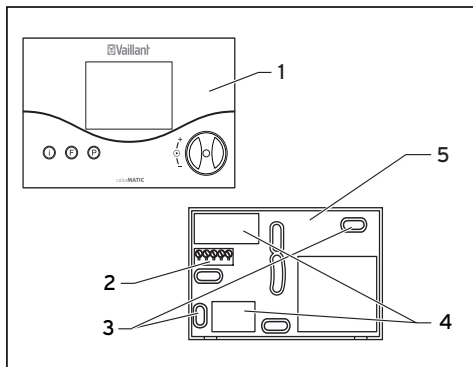

Fig. 9.1 Montage du thermostat d'ambiance
- Retirez le thermostat d'ambiance (1) de son socle mural (5).
- Percez deux trous de fixation (3) de 6 mm de diamètre (conformément à la fig. 9.1), insérez ensuite les chevilles fournies.
- Passez le câble de connexion à travers un passe-câbles (4).